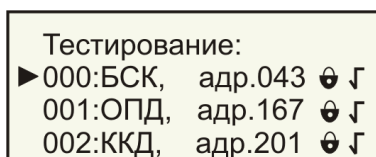

Рисунок 8.3.25
При выборе пункта *Тесты датчиков* появится перечень устройств, занесенных в таблицу оборудования БД (см. рисунок 8.3.25). Каждая строка таблицы содержит собственный номер (например, 000), тип устройства (например, БСК), адрес устройства (043), признак вида протокола обмена (например, «⊕» для с циклическим избыточным кодом), признак наличия ответа устройства на запрос БД («Г» - есть ответ, «X» - нет ответа).